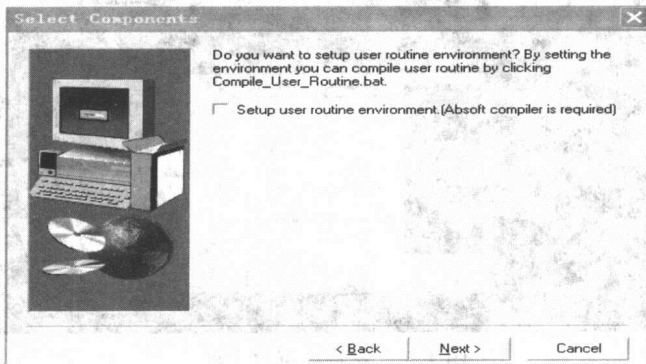

图 1-4 安装程序开发环境选择对话框
(4) 接下来出现的对话框直接单击【Next】按钮进入下一步操作。
(5) 弹出如图 1-4 所示的询问用户是否安装子程序开发环境对话框，用户要使用子程序开发环境的，必须首先安装 Absoft 编译器，单击【Next】按钮进入复制安装文件。